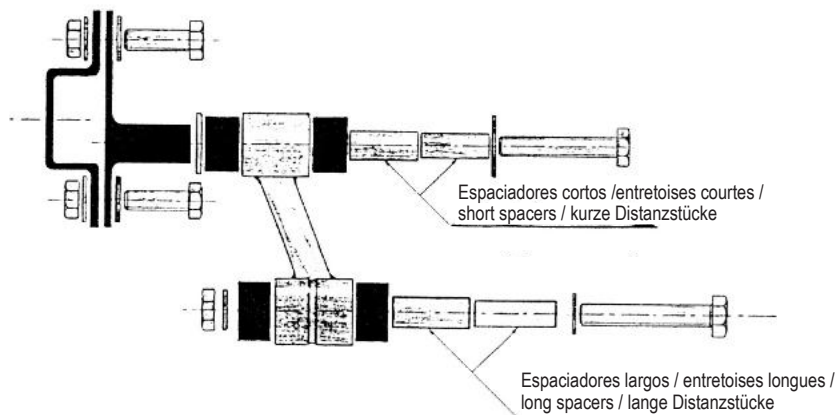

Fig 1
5. Montez la biellette sur son support en suivant l'ordre de montage (voir figure 1).
4. Die Koppelstange in ihrer Halterung montieren und dabei die Montagefolge beachten (siehe Abbildung 1).